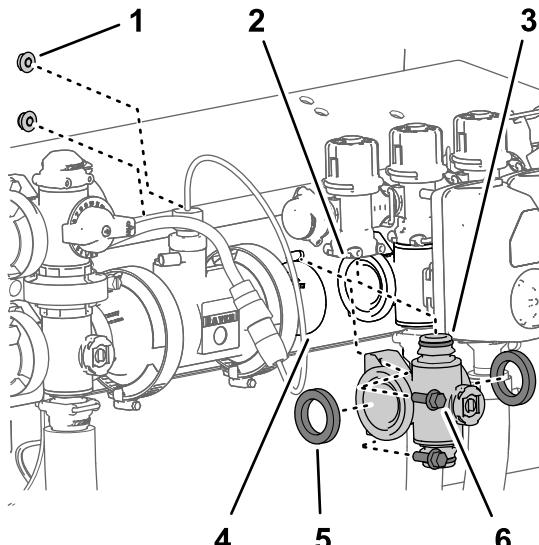

Рисунок 127
4. На коллекторах клапанов левой и правой секции выверните 2 болта с фланцем ($\frac{1}{4}$ x $\frac{3}{4}$ дюйма) и 2 фланцевые контргайки ($\frac{1}{4}$ дюйма), которые крепят коллектор клапана секции к опоре клапана (Рисунок 127).
5. Чтобы освободить доступ к перепускному клапану секции, переместите коллектор клапана секции и прокладки вниз и в сторону от машины (Рисунок 127).